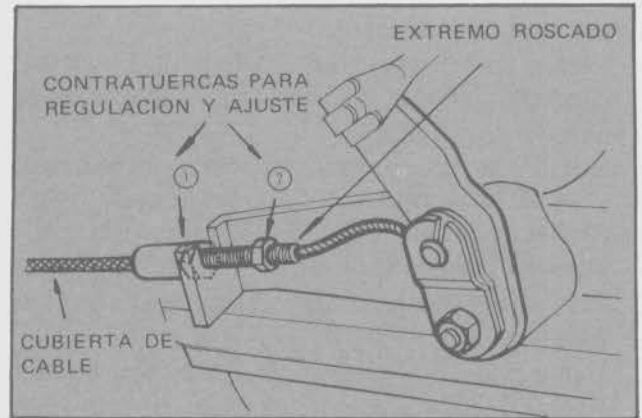

Fig. 6 - Ajuste del cable del sistema de cambio forzado
- Aflojar las contratuercas del extremo roscado de la cubierta del cable comando y aproximar el citado extremo a tope con el soporte de fijación (Fig. 6).
- Regular el cable de aceleración forzada, reteniendo el cubo del extremo roscado de la cubierta del mismo y desenroscando la contratuerca (1) hasta observar que el cable active a tope el brazo de comando de la válvula de aceleración forzada.
- Ajustar la contratuerca exterior (2) para fijar el conjunto.